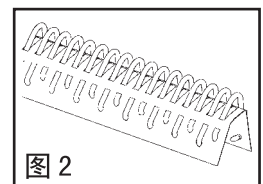

图 2
2. 安装后去除型（参见图2）。带扣尺寸：30, 4-1/2 钢丝横断面为圆形, 5, 6, 7。